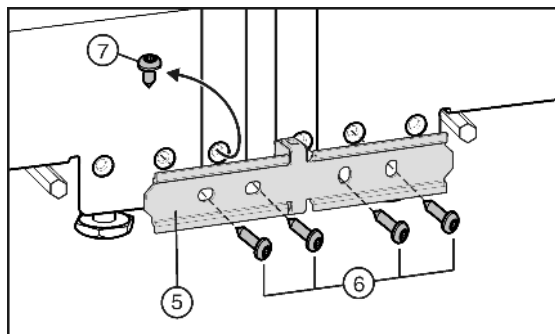

Fig. 6
- ▶ Ako je Vaš uređaj opremljen s unaprijed montiranim vijkom Fig. 6 (7): odvrnite vijak.
- ▶ Spojni lim Fig. 6 (5) pričvrstite lagano na jednom uređaju pomoću dva vijka Fig. 6 (6).